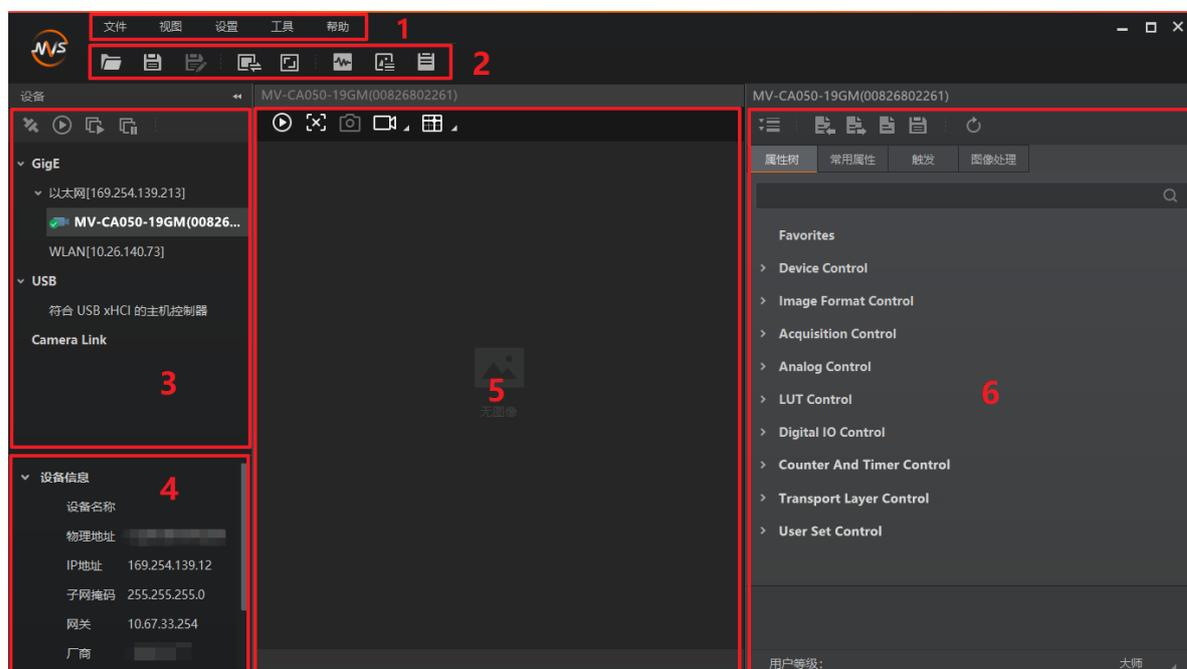

图3-8 软件主界面
3. 枚举到设备后，双击连接设备，MVS 客户端主界面如图 3-8 所示。